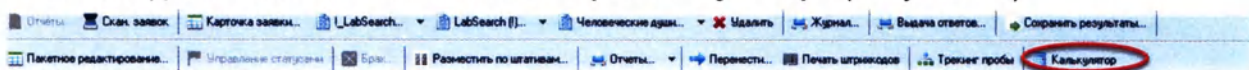

Рисунок 2.3
1. В журнале «Заявки» нажмите кнопку «Калькулятор» (Рисунок 2.3):